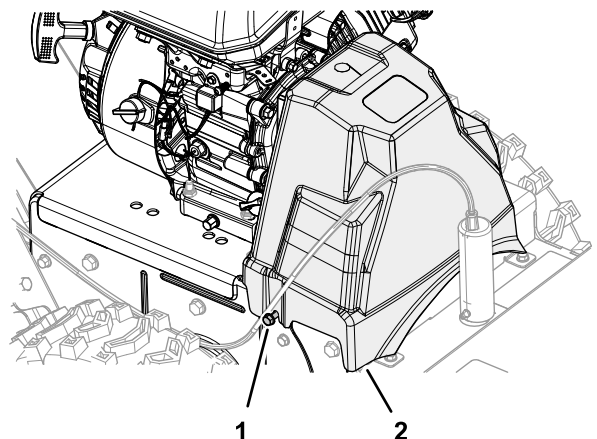

Bild 43
1. Richten Sie die Schlitz in der Riemenabdeckung mit den beiden Bundkopfschrauben aus (Bild 43).
2. Befestigen Sie die Riemenabdeckung an die Maschine (Bild 43).